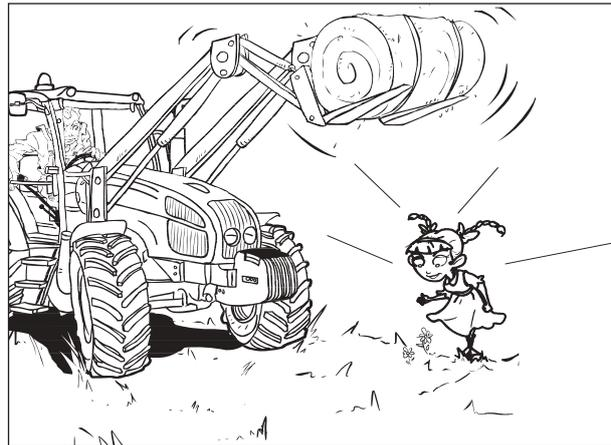

Fig. 17
- Mantenga alejado de la zona de maniobra a otras personas. No permita que nadie permanezca ni pase bajo un implemento alzado (Fig. 17).
ATENCIÓN: NO eleve nunca una carga por encima de una persona (Fig. 17).